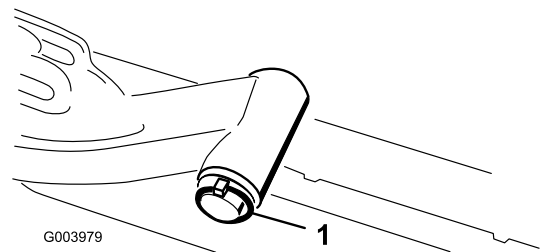

Figura 10
- A. Retire el pasador de seguridad y la arandela que fijan el eje pivotante del brazo de elevación al brazo de elevación, y deslice el eje pivotante fuera del brazo de elevación (Figura 10).
C. Introduzca el eje del brazo de elevación en el brazo de elevación y fíjelo con la arandela y el pasador de seguridad (Figura 10).